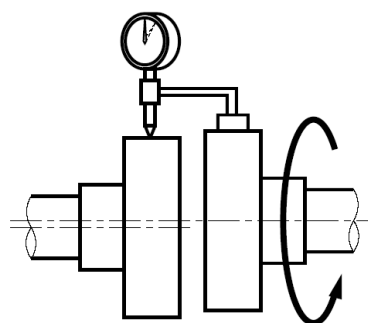

Abb.2
2.) Radiale Ausrichtung: Die Prüfung erfolgt mit einem Niveliergerät, siehe Abb.2, die Differenz muss auf ein geringst mögliches Maß reduziert werden. Siehe zulässiger Maximalwert ( $\Delta r$ ) in Tabelle 1.